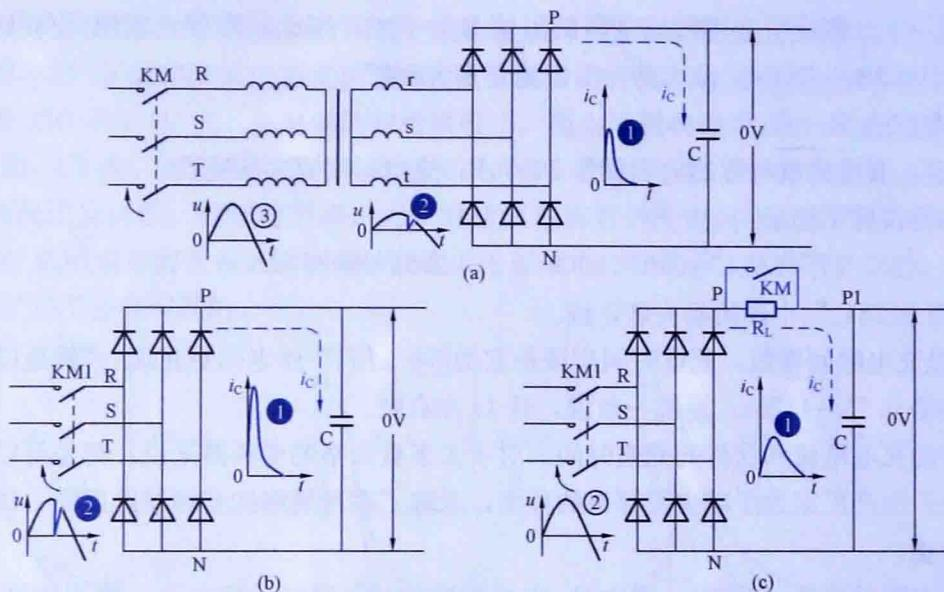

图 1-5 高、低压整流电路的区别
“就整流和滤波的基本过程而言，低压和高压是相同的。”张老师又画了个整流滤波电路，如图 1-5 所示，接着说：
第一个问题，是有很大的冲击电流，如图 1-5（a）中的曲线①所示，这有可能损坏整流管。
第二个问题，是进线处的电压将瞬间下降到 0V，如图 1-5（a）中的曲线②所示。
这两个特点，高、低压整流电路完全一样。但低压整流电路是要通过变压器来降压的。变压器的绕组是一个大电感，它犹如一个屏障，能对合闸时的冲击电流起到限制作用，如图 1-5（a）中的曲线③所示。而变频器的整流电路中，就没有这样的屏障，冲击电流就要严重得多，很容易损坏整流二极管，如图 1-5（b）中的曲线①所示。
至于进线侧的电压波形，在低压整流电路中，变压器的二次电压，一定会瞬间降到0V的，如图1-5(a)中的曲线②所示。但反映到变压器的一次侧，这样的瞬间降压，就被缓冲了，如图1-5(a)中的曲线③所示，对同一网络中的其他设备不构成干扰。